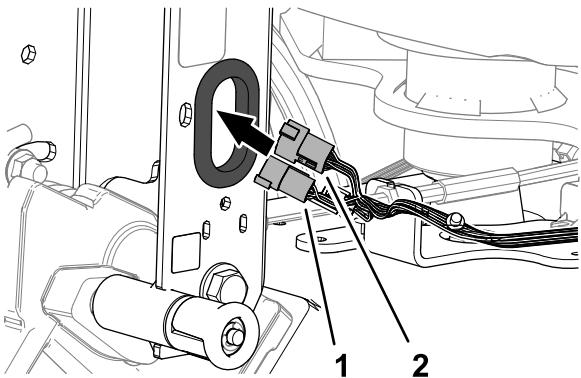

Рисунок 8
- Проложите 6-штыревой разъем и 12-штыревой разъем жгута проводов машины через уплотнительную втулку в швейлере рукоятки управления (Рисунок 8).